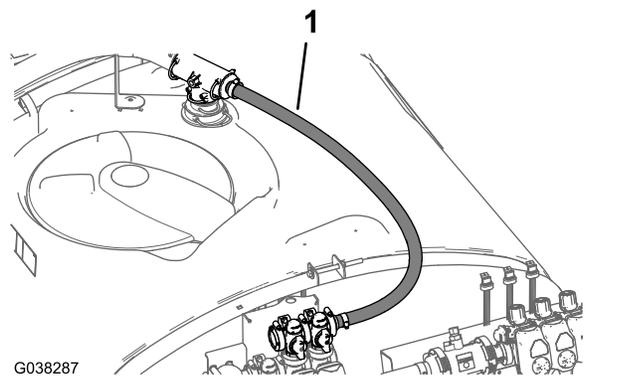

Bild 69
- Verlegen Sie den Überlaufschlauch zum Sicherheitsventil, das sich über dem Hauptsprühventil befindet, wie in Bild 69 abgebildet.
- Befestigen Sie das gerade, gezahnte Anschlussstück mit einer Flanschklemme (40 mm bis 64 mm) am Sicherheitsventil (Bild 69).